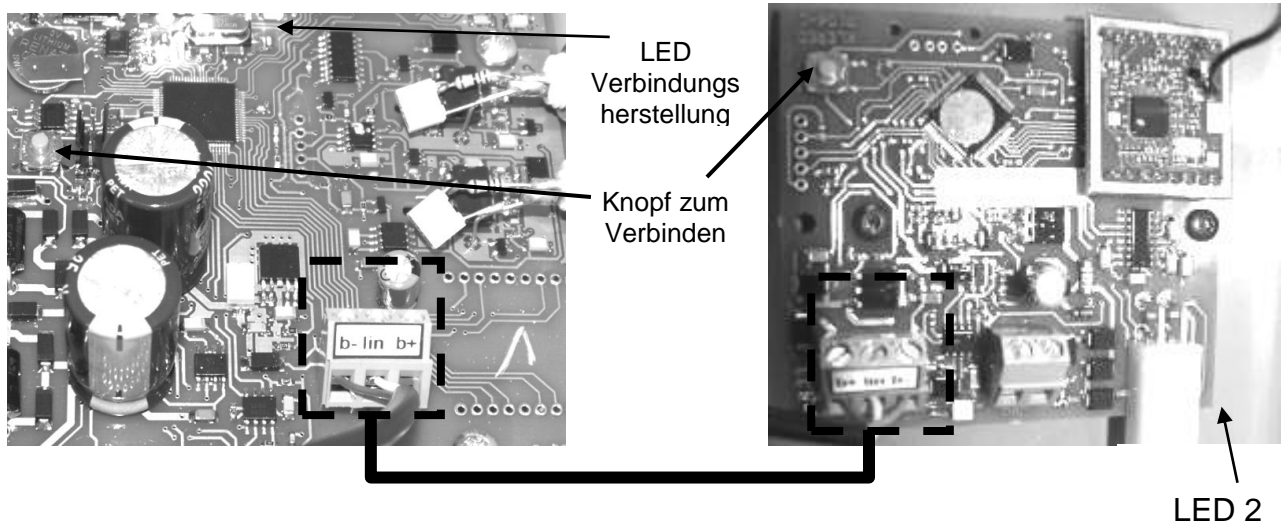

Figure 44. Anschluss Kommunikationsbus K-link
- 1- Drücken sie auf den orangenen Knopf (Verbindungsknopf wie in Abb. 44 gezeigt) der Elektrolysegerätekarte bis die LED 2 blinkt.
- 3- Drücken sie kurz auf den orange Knopf (Verbindungsknopf wie in Abb. 44) der Kompact Zentrale, die Verbindungs-LED blinkt schnell.